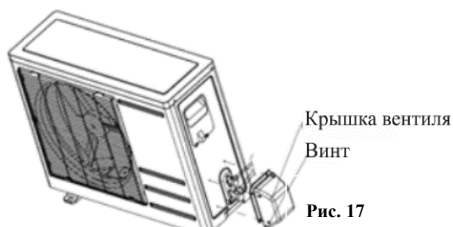

Рис. 17
- После подсоединения соединительных труб между внутренним и наружным блоками в соответствии с описанным выше способом установки, закрепите крышку вентиля сбоку наружного блока тремя соответствующими винтами (рис. 17).